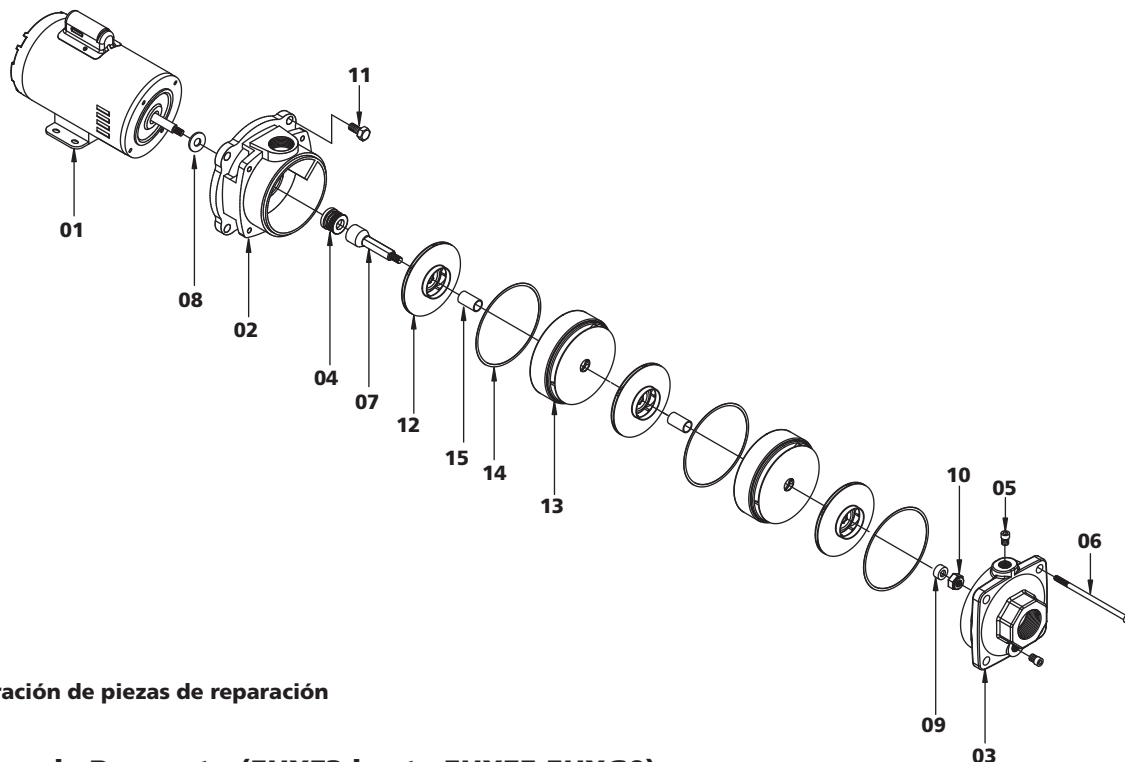

Figura 16 – Ilustración de piezas de reparación
**NOTA:** Consulte la lista de piezas (figura 16 y 17) durante el procedimiento de desmontaje y montaje de la bomba en las páginas 12 y 13.
Para desmontar la bomba, consulte la vista de las piezas explotadas como se muestra en la figura 16. Se requieren las siguientes herramientas.
Antes de volver a montar la bomba, inspeccione cuidadosamente los componentes respecto a los daños, desgaste y limpieza. Reemplace los componentes viejos con los nuevos componentes si es necesario. Remítirse a la vista detallada de piezas como se muestra en la figura 16 para la orientación y la disposición apropiada de las piezas.